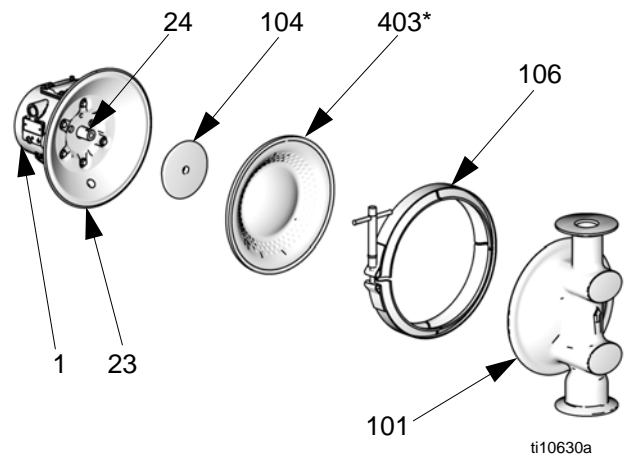

FIG. 12
3. Retirez les colliers (106) maintenant les capots à fluide (101) sur les capots d'air (23). Retirez les capots à fluide (101) de la pompe. Voir FIG. 12.
5. Les membranes sont montées et serrées à la main. Pour le desserrage, saisissez fermement les deux membranes à côté du bord extérieur et tournez dans le sens inverse des aiguilles d'une montre. Un ensemble de membrane va se débloquer et le second restera attaché à l'axe. Retirez la membrane libérée (403) et le plateau côté air (104).
6. Sortez l'ensemble de membrane opposé et l'axe (24) du boîtier central (1). Maintenez les parties plates de l'axe à l'aide d'une clé plate de 19 mm et retirez la membrane et le plateau côté air de l'axe.
7. Recherchez des traces éventuelles d'usure ou de rayures sur l'axe de membrane (24). S'il est endommagé, vérifiez les coussinets (19) en place. Si les coussinets sont endommagés, consultez la page 24.
8. Introduisez une pointe pour joint torique dans le boîtier central (1), accrochez les joints en coupelle (402) et sortez-les du boîtier. Cette opération peut se faire avec les coussinets (19) en place.